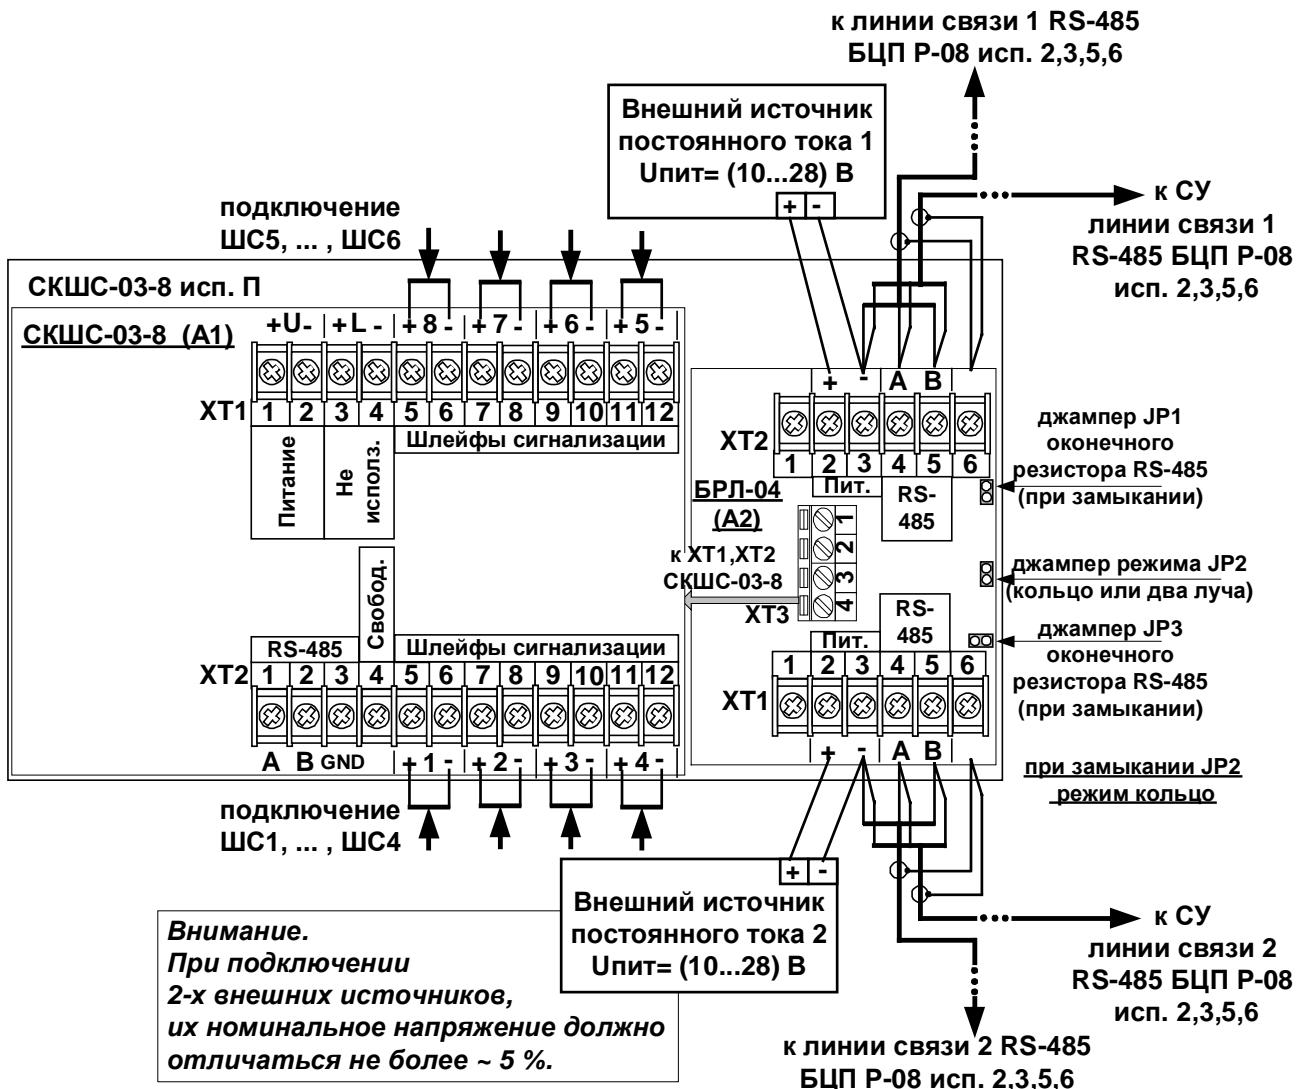
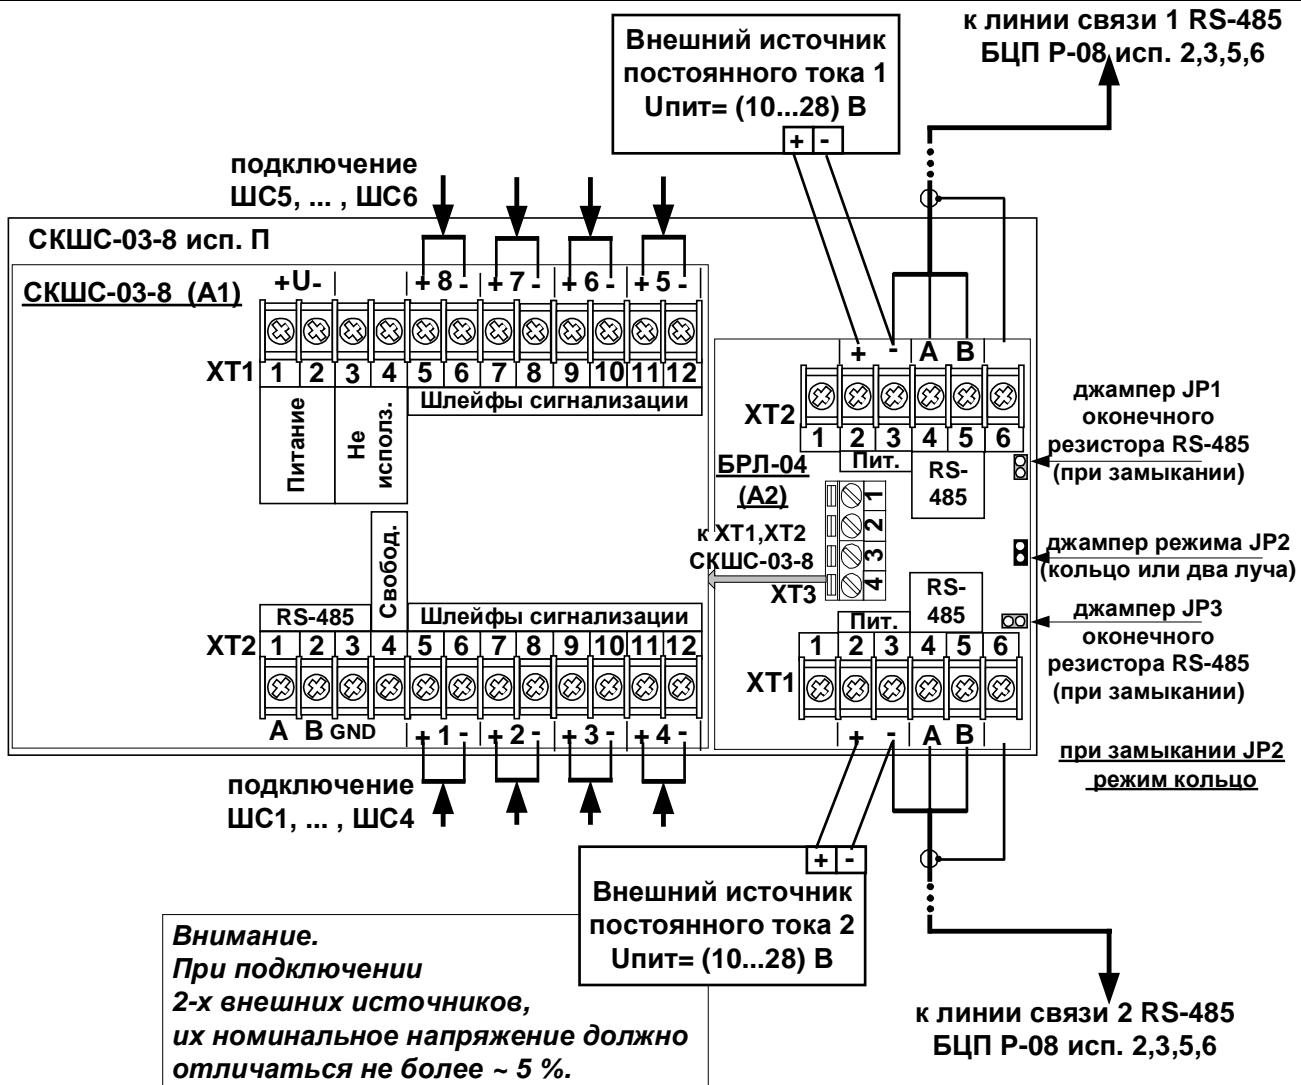
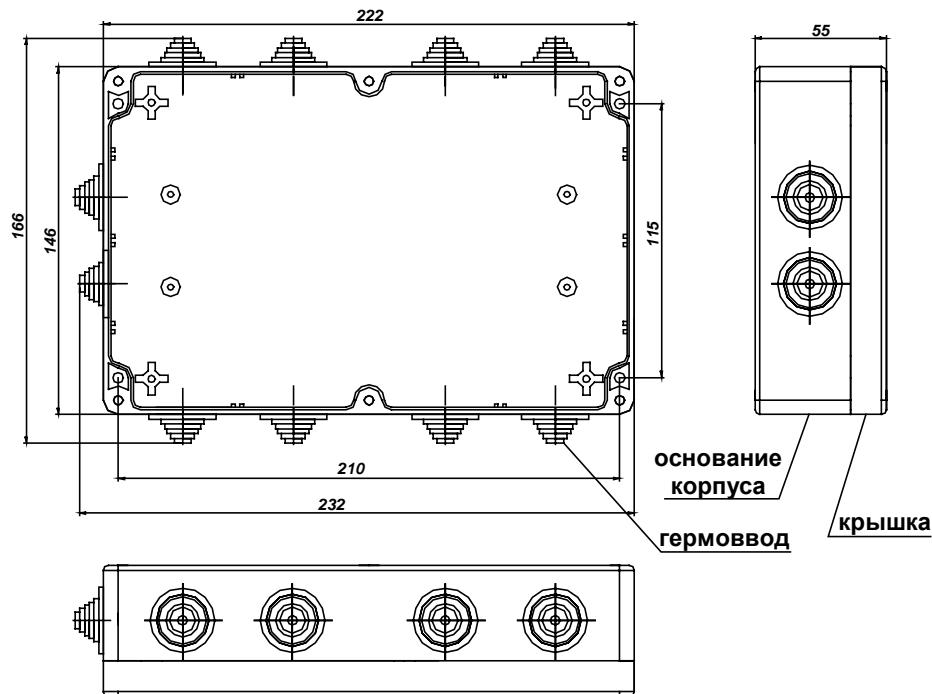
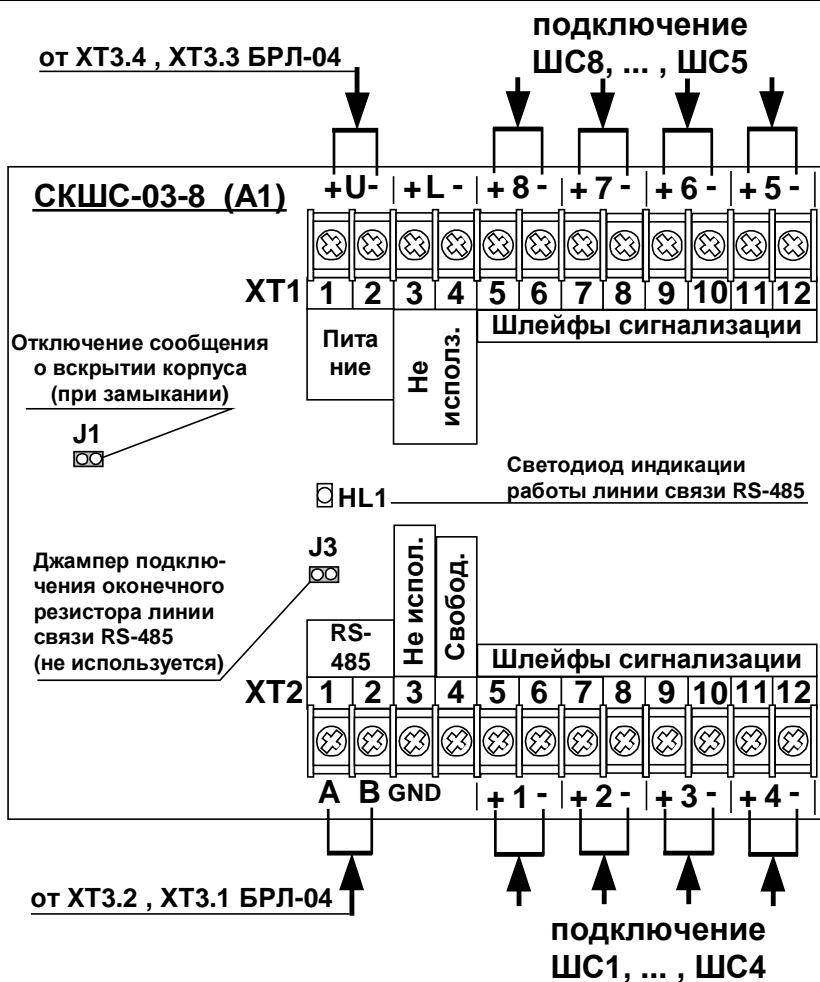

Рис. 1 Применение (подключение) СКШС-03-8 П в режиме двух параллельных линиях связи RS-485 (два луча)
Рис. 2 Применение (подключение) СКШС-03-8 П в режиме кольца линий связи RS-485
Рис. 7 Внешний вид, габаритные и присоединительные размеры
Рис. 8 Подключение модуля СКШС-03-8(А1)
1.3 СКШС-03-8 П реализует защиту от единичной неисправности линии связи с БЦП в соответствии с СП484.1311500.2020. Подключение возможно в режиме кольца (Рис. 2) или двумя параллельными линиями связи (Рис. 1).
СКШС-03-8 П состоит из двух модулей СКШС-03-8(А1) и БРЛ-04(А2) см. Рис. 1, Рис. 2, Рис. 8, размещенных в пластиковом корпусе Рис. 7.
Внешний вид и габаритные размеры представлены на Рис. 7 .
5.3. Подключение к ШС – через клеммные колодки XT1 и XT2 Рис. 8.